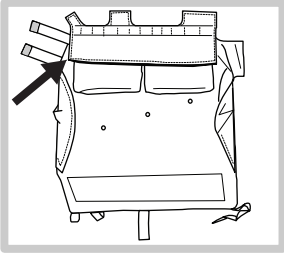

Figure 1
1. Déplacez le rabat de manière à ce qu'il recouvre les poches intérieures, sans toutefois le déployer complètement sur le rabat principal/extérieur (figure 1).